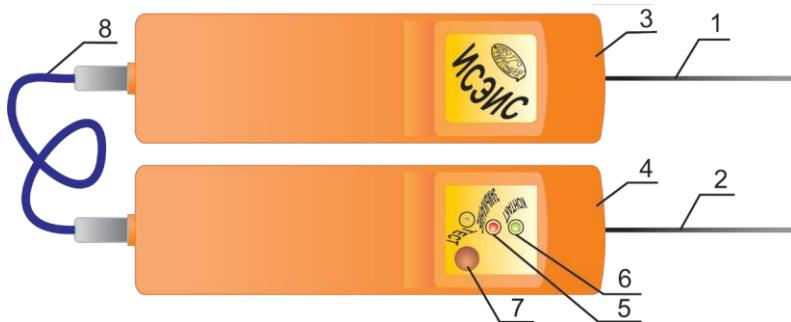

Рисунок 1.
Индикатор состоит (см. рис.1) из двух идентичных корпусов: корпуса батарейного отсека (3) и корпуса индикаторного устройства (4), соединенных кабелем питания (8), на корпусах установлены ножовочные контактные пластины (1) и (2) из высокопрочной стали. На корпусе индикаторного устройства находятся: кнопка «Тест» (7), световой излучатель «Замыкание» (5) красного цвета и световой излучатель «Контакт» (6) зеленого цвета.